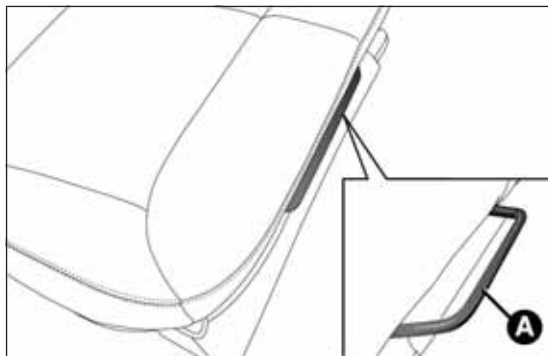

fig. 87
- ☐ agendo sulla leva A fig. 87 regolare il sedile nella posizione desiderata;
- ☐ agendo sulla leva A fig. 87 regolare il sedile nella posizione "tutto avanti" per ottenere l'ampliamento massimo del bagagliaio (compatibilmente con la posizione desiderata per i sedili anteriori);